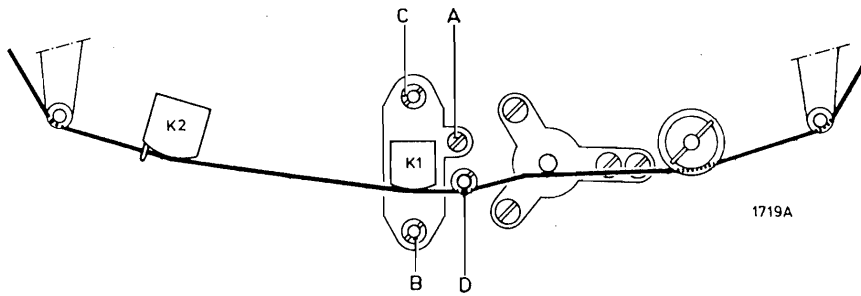

Fig. 2
- Sur les appareils portant la marque WR09/304 et les suivants, la résistance R202 (2,2 kΩ - 1/8 W ± 5 %) a été insérée (voir fig. 2). Cette transformation est allée de pair avec le remplacement des diodes D10 et D11 de type BZX88/C3V3 de l'unité RESET/AUTOMATIC REVERSE P201, par des diodes BZX79/C4V7. Cette transformation a été apportée parce que l'appareil s'arrêtait brusquement et sans raison apparente à l'usage de la télécommande N6719.
- Sur les appareils portant la marque WR09/323 et les suivants, les modifications suivantes ont été faites sur la platine 2 (voir fig. 2):